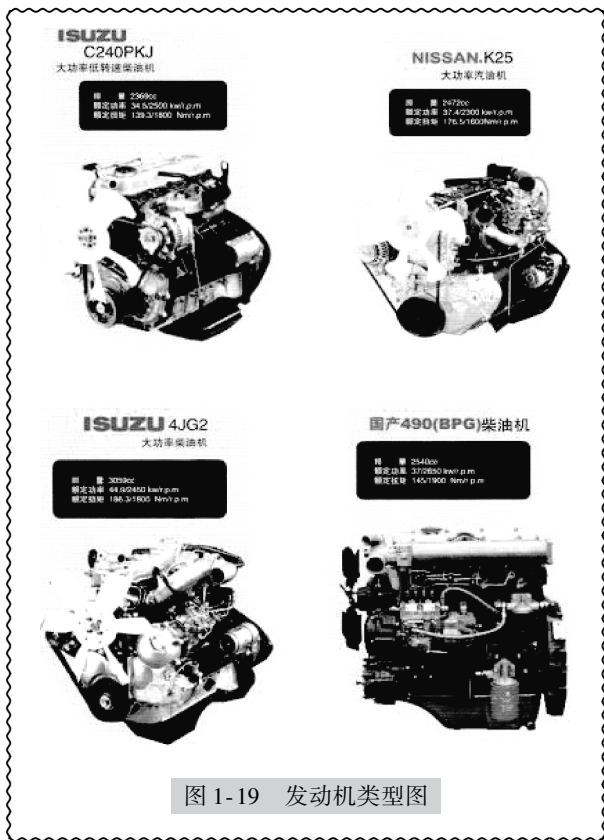

图 1-19 发动机类型图
(1) 内燃机的分类 从不同角度可有如下 8 种分类。如图 1-19 所示。